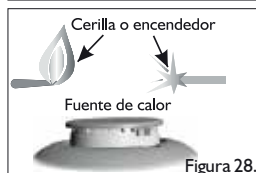

Figura 28.
- Presione la perilla y gírela en sentido contrario a las manecillas del reloj hasta la posición de flujo mínimo. Si el producto no posee encendido automático tenga lista la fuente de ignición (cerilla, encendedor) y acérquela a la fuente de calor (Figura 28).